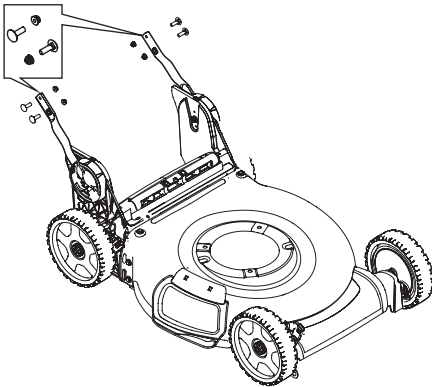

Figure 6
1. Retirez les quatre boulons de carrosserie et les écrous de la partie inférieure. Voir Figure 6.